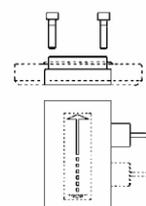

Fig.2
- выдавите из измерительного корпуса комплект шпинделей (с роликовыми подшипниками и распорной втулкой) (Рис.2);